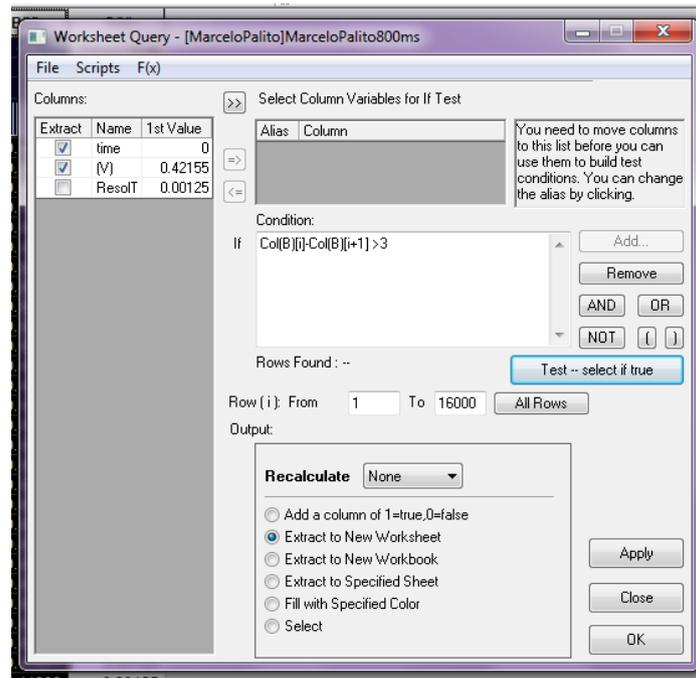

Figura 5. Panel de Worksheet Query del Origin.
Para obtener el semiperiodo, vamos a usar la opción **Worksheet Query** del Origin (Figura 5). Dada una lista de datos, esta opción permite extraer (o filtrar) aquellos datos que cumplan con alguna condición específica.
- 2- Ir a Worksheet > Worksheet Query -> Seleccionar las columnas que se quieren usar (tiempo y voltaje del fotosensor) (Ver Figura 5) y escribir la condición: